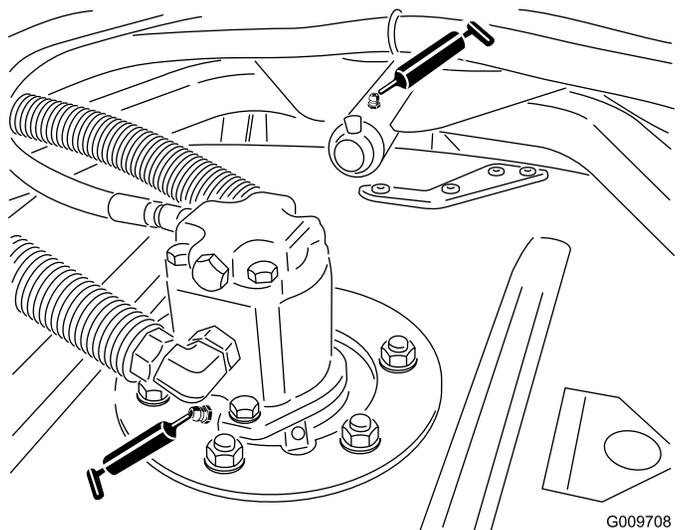

Figura 39
- Rolamentos do veio do eixo da unidade de corte (2 por unidade de corte), como se mostra na Figura 39
- Casquilhos do braço de suporte da unidade de corte (1 por unidade de corte), como se mostra na Figura 39